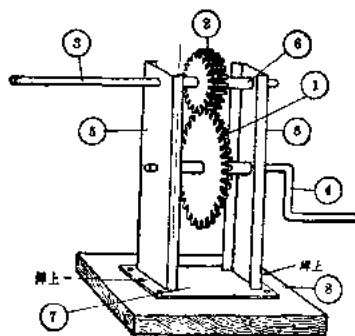

图 2-9
的效率,自己可以做一个简单的绕线机,从图 2-9 可以看出这个简单的绕线机的构造:①是大齿轮;②是小齿轮。可以用旧玩具或坏钟上拆下的齿轮;③是小齿轮轴。绕线时就是把线圈框架紧套在小齿轮轴上绕的;④是手摇柄;⑤是轴承支架;⑥是轴承套,用铁皮卷成套在轴上,使大齿轮轴和小齿轮轴绕线时不至于左右移动;⑦是支架底板;⑧是一块固定支架底板的木板。